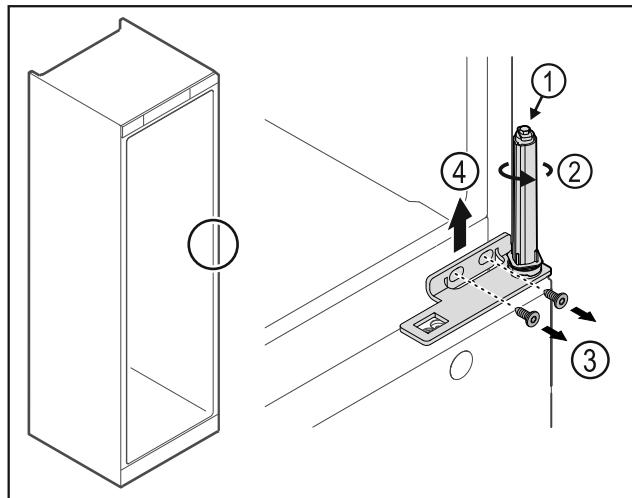

Fig. 32
- No desensamblar el sistema de cierre de la puerta Fig. 32 (1).
- Girar el sistema de cierre Fig. 32 (2) hasta que haga clic.
- Soltar los tornillos Fig. 32 (3), retirar la escuadra de bisagra hacia arriba Fig. 32 (4).